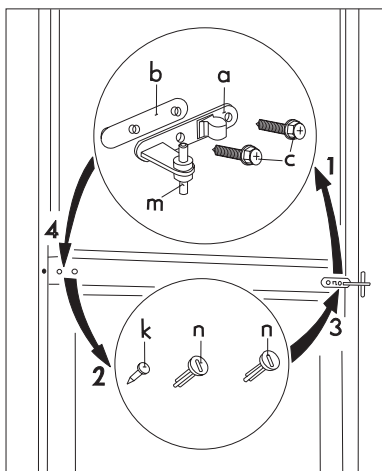

Рис. 3
- Поэтапно снять с корпуса двойной держатель двери (a, b, c). Также не забудьте снять пластиковую распорку (b) под держателем двери (рис. 3).
- Выкрутить левые болты крышки двойного держателя двери (3 штуки, n, k) и переставить их на другую сторону (рис. 3).
- Демонтировать элементы запирания двери (u, v) путем выкручивания винта (s) (рис. 3).
- Вставить болт двойного держателя двери (m) в левое отверстие морозильной камеры (рис. 3).